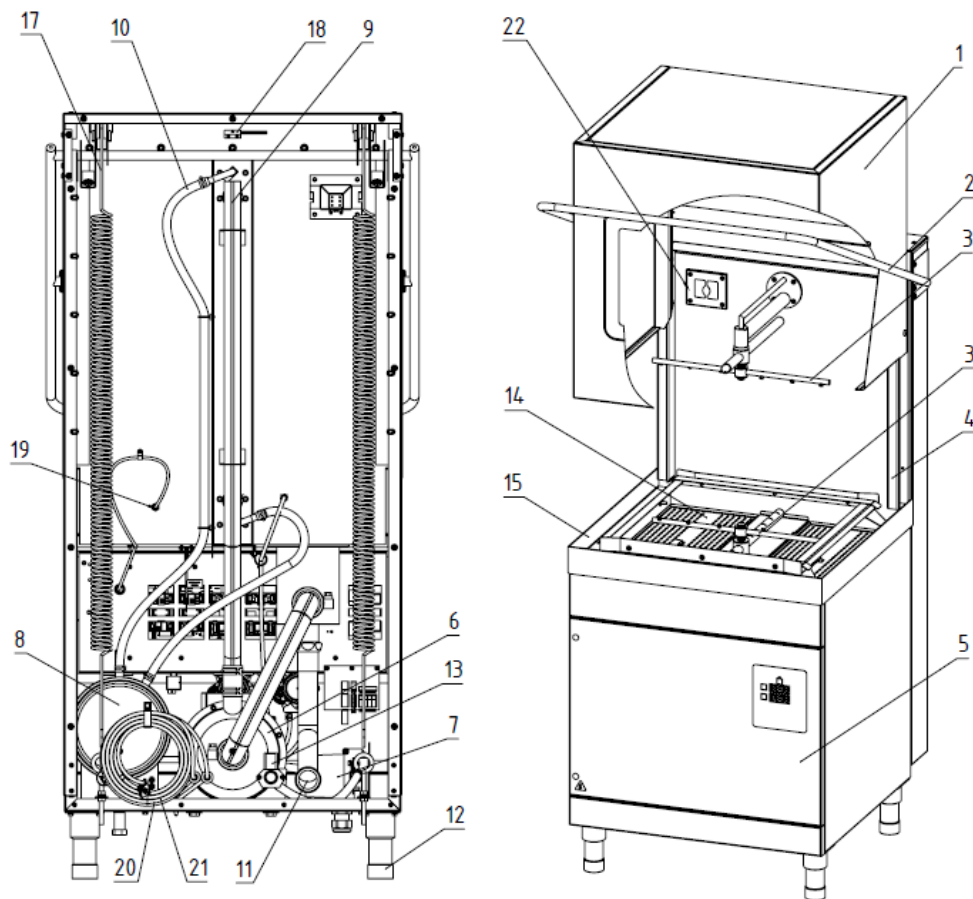

Рисунок 1 – Устройство посудомоечной машины.
Устройство машины посудомоечной купольной приведено на рис. 1.
Моечное отделение закрывается подъемным куполом (рис. 1, поз. 1), который перемещается по направляющим (рис. 1, поз. 4). Купол прикреплен к механизму подъема с пружинами (рис. 1, поз. 17).
Для поднятия и опускания купола предусмотрена ручка (рис. 1, поз. 2).
- фильтрующая сетка (рис. 1, поз. 14) - предотвращает попадание крупных остатков пищи в моющий раствор,
- два блока разбрызгивателей («верхний» и «нижний») (рис. 1, поз. 3);
- камера воздушная (рис. 1, поз. 19);
- бойлер (рис. 1, поз. 8);
- насос моющий (рис. 1, поз. 6);
- насос ополаскивания (рис. 1, поз. 7);
- электромагнитный клапан (рис. 1, поз. 13).